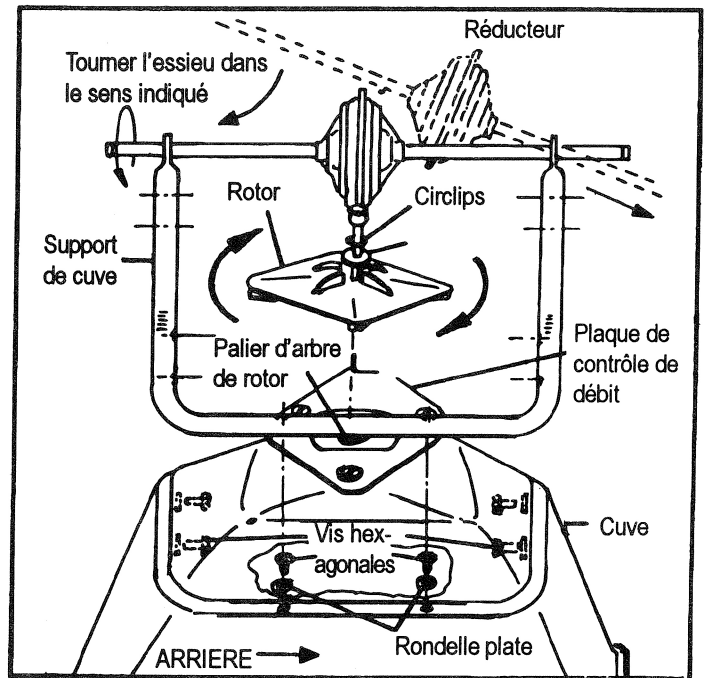

Fig. 4
(Voir Fig. 4)
- La rotation de l'arbre du rotor doit être maintenant déterminée. Faire tourner l'essieu dans le sens indiqué sur la figure 4, et vérifier que le rotor tourne dans le sens des aiguilles d'une montre.